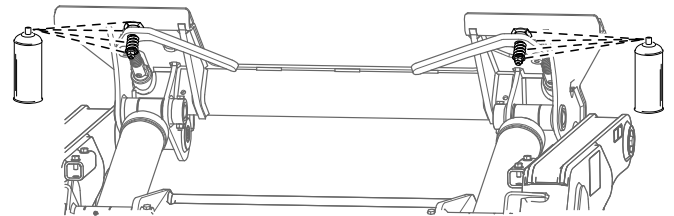

Figure 48
7. Graissez les tringleries d'attache rapide avec un lubrifiant en aérosol (Figure 48).